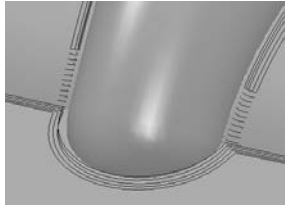

图 5-37 自动清角刀具路径
- 3) 自动：系统在零件的陡峭区域生成缝合清角刀具路径，而在浅滩区域生成沿着清角刀具路径，如图 5-37 所示。